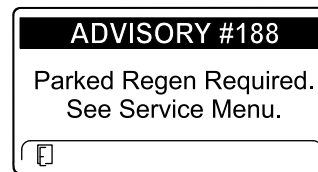

Figura 46
- Regeneración estacionaria necesaria AVISO N° 188 (Figura 46)